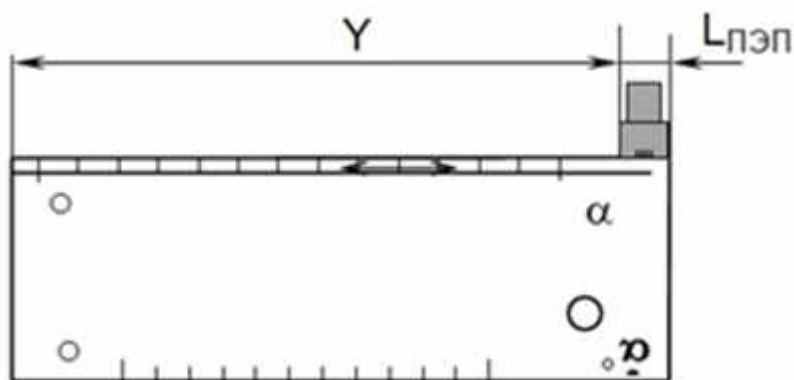

Рисунок 10.11
10.1.8.4.2 Установить ПЭП на рабочую поверхность 1 меры №2 так, чтобы задняя грань ПЭП располагалась у правой боковой поверхности меры №2 (рисунок 10.11). При этом на поверхности 1 меры №2 в пределах расстояния Y контактирующая жидкость должна отсутствовать.